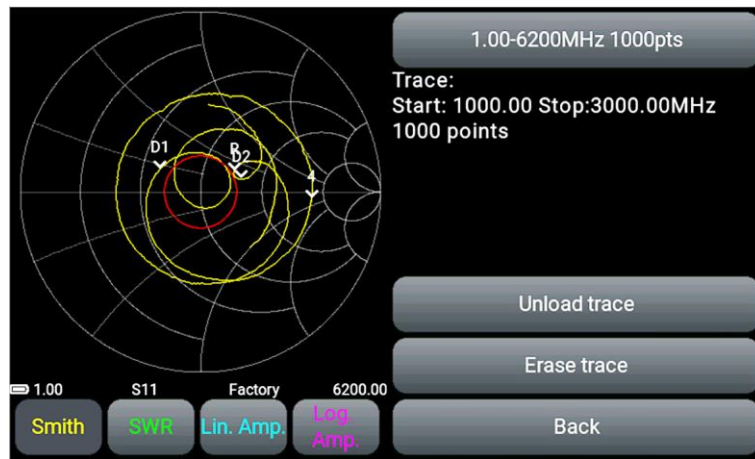

Рисунок 9.29 – Отключение просмотра сохранённых результатов измерений
9.13.4. Отключение режима просмотра результатов измерений производится кнопкой **Unload trace** в меню **Traces** (Рисунок 9.29). Графики, находящиеся в режиме просмотра сохранённых результатов **Trace S11** или **Trace S21**, автоматически переключатся на отображение текущих измерений **S11** или **S21**.